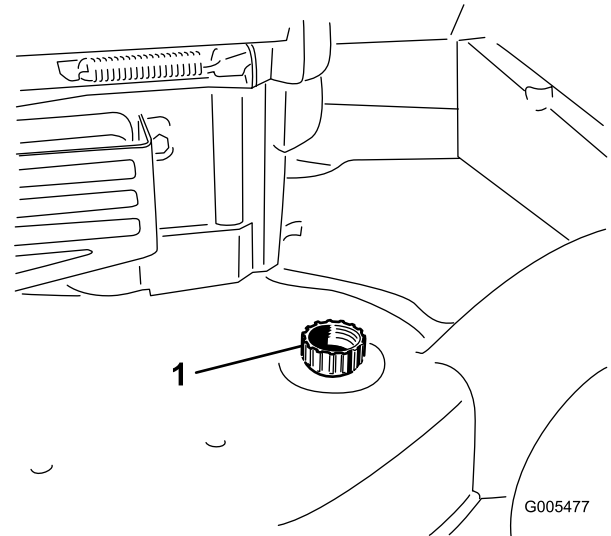

Bild 40
3. Befestigen Sie einen Gartenschlauch, der an einen Wasserhahn angeschlossen ist, am Wasseranschluss am Rasenmähergehäuse (Bild 40).